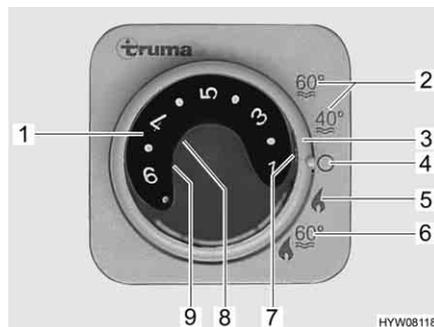

Fig. 164 Unité de commande pour chauffage/chauffe-eau
- Régler le mode de régime à l'aide de l'interrupteur tournant (Fig. 164,3).
Le chauffage règle le degré d'allumage automatiquement en fonction de la température ambiante requise. Une fois que la température ambiante désirée est atteinte, le brûleur s'éteint. En mode "Chauffage et chauffe-eau" (Fig. 164,6) l'eau est également chauffée dans le chauffe-eau. Il est possible de faire fonctionner le chauffage en mode "Chauffage sans chauffe-eau" (Fig. 164,5) et le chauffe-eau vide.
- Régler le bouton tournant de température (Fig. 164,1) de l'unité de commande sur la température de chauffage désirée.
- Régler l'interrupteur tournant (Fig. 164,3) en régime hiver "Chauffage sans chauffe-eau" (Fig. 164,5) ou en régime hiver "Chauffage et chauffe-eau" (Fig. 164,6).
Le voyant de contrôle vert (Fig. 164,7) s'allume.
- Régler l'interrupteur tournant (Fig. 164,3) sur "O" (Fig. 164,4).
La combinaison régime au gaz et régime électrique 230 V permet de raccourcir la période de chauffage du véhicule (uniquement possible lorsque le chauffage sur l'unité de commande (Fig. 164) est réglé sur régime hiver).